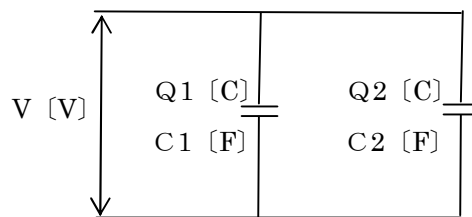

図23-1-2
4 コンデンサの並列接続（下図23-1-2参照）
② 図23-1-2において、全電荷 Q と各コンデンサ C_1 , C_2 の電荷 Q_1 , Q_2 の関係は